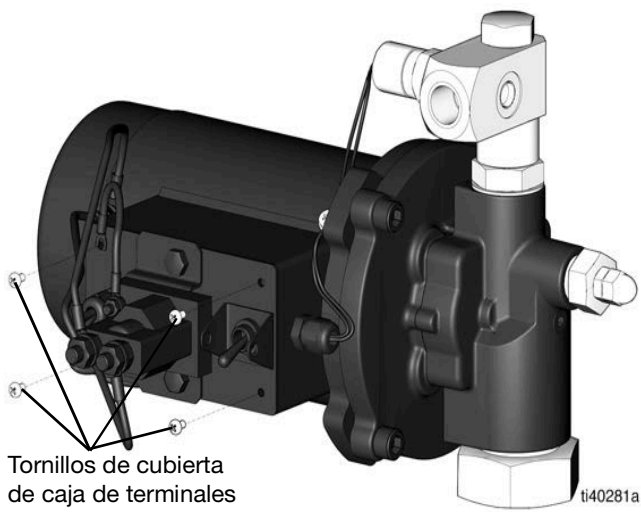

FIG. 28
5. Quite los cuatro tornillos de la cubierta de la caja de terminales (FIG. 28).